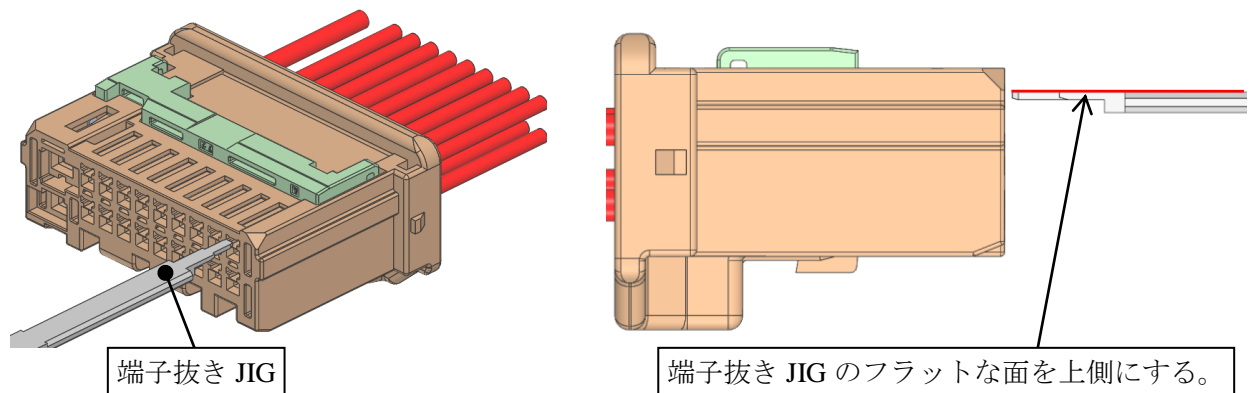

図 29.メスハウジングと端子抜き JIG 方向
- ① メスハウジングに装着されているリテーナが解除されていることを確認して下さい。
- ② 引き抜こうとするメス端子の電線を持ってメス端子を軽く奥に押し込み、その状態で表 4 記載の端子抜き JIG をメスハウジングの端子抜き JIG 挿入穴に挿入して下さい。(図 29・30 参照)